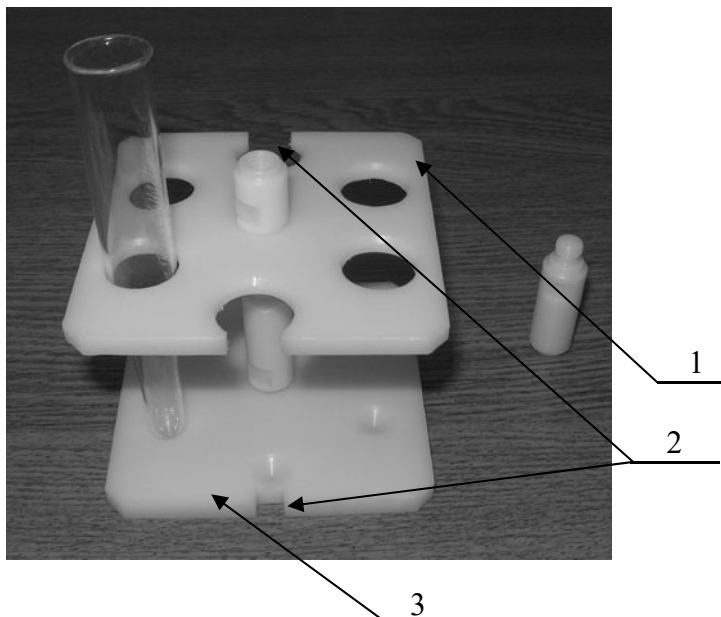

Рис. 4 Штатив с конической пробиркой
**ВНИМАНИЕ!** При установке штатива в вакуумную ёмкость для установки сливных игл в приёмные емкости необходимо, чтобы сборочные пазы на пластинах (рис.4,п.2) и шильдик с серийным номером прибора на вакуумной крышке были обращены в одну сторону, иначе сливные иглы не попадут в установленные на штативе емкости.